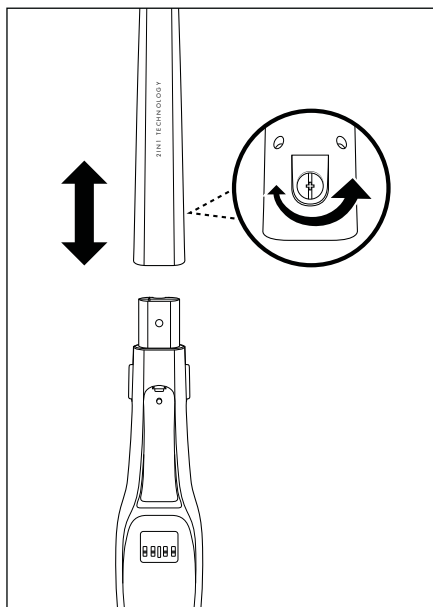

Fig. 1
- 1) Løs skruen ① bag på skaftet ⑩ med en skrue-trækker mod urets retning. Stram skruen ① fra skruaabningen på skaftet ⑩.
- 2) Sæt skaftet ⑩ på produktets skaftholder. Sæt skaftet ⑩ helt på skaftholderen, indtil det sidder fast på produktet. (Fig. 1)
- 3) Sæt skruen ① ind i skruaabningen bag på skaftet ⑩ igen. Stram skruen ① med en skrue-trækker i urets retning (fig. 1).